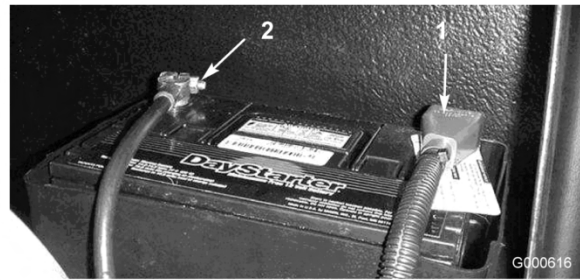

Bild 42
5. Klemmen Sie das Pluskabel (Rot) am Pluspol (+) der Batterie und das Minuskabel (Schwarz) am Minuspol (-) der Batterie an (Bild 42). Befestigen Sie die Kabel mit Kopfschrauben und Muttern an den Polen. Stellen Sie sicher, dass die Plusklemme (+) vollständig auf den Pluspol aufgezogen und das Kabel fest an die Batterie angeklemt ist. Das Kabel darf die Batterieabdeckung nicht berühren. Ziehen Sie den Gummischuh über den Pluspol, um Kurzschlüssen vorzubeugen.